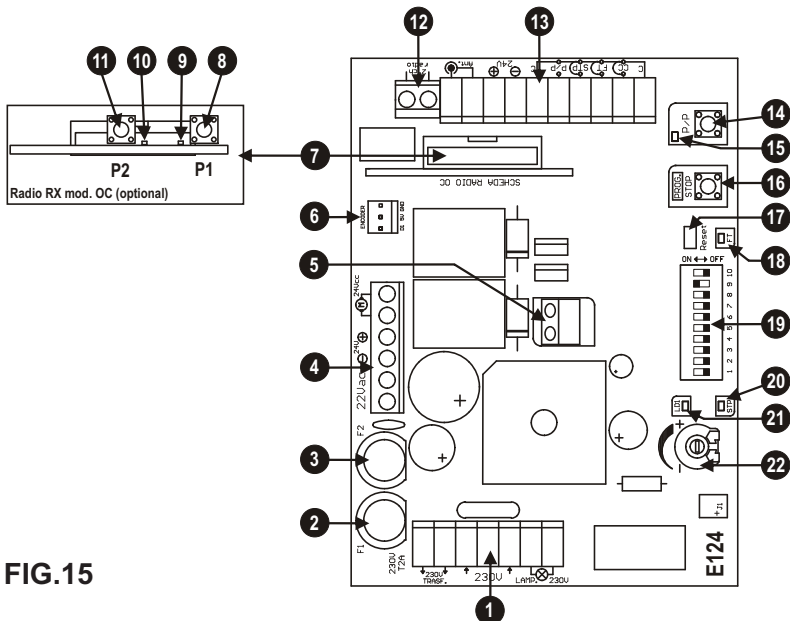
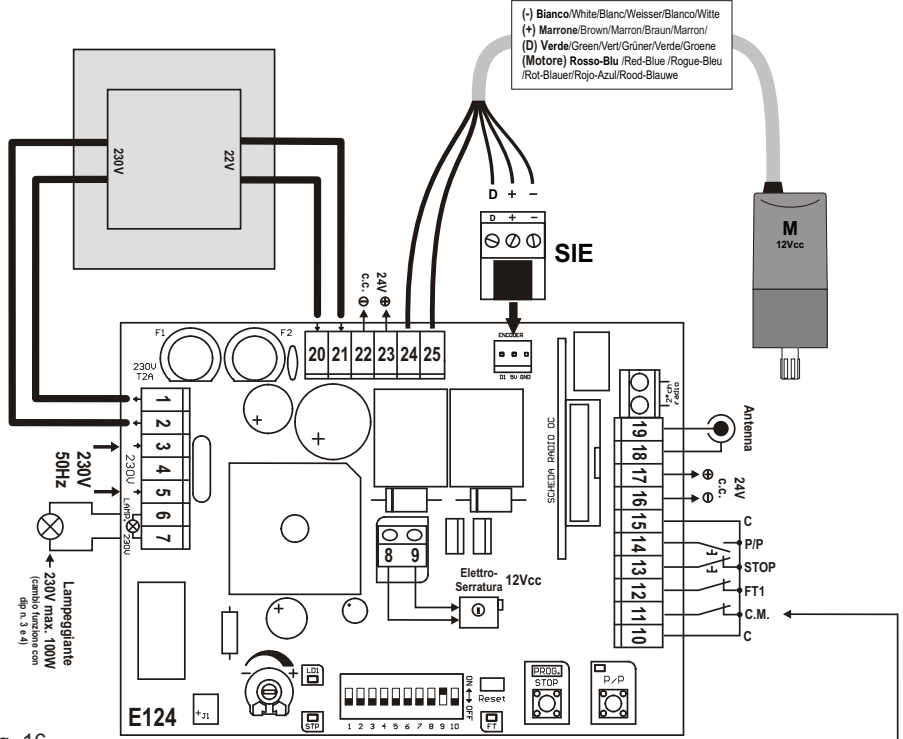

FIG.15
Fig. 16
Durante la etapa de aprendizaje se accionará varias veces el botón P/P (det.14 de la fig. 15), como alternativa se puede utilizar el mando P/P (borne 14, fig. 16), o bien el transmisor memorizado en el primer canal del receptor.
- 2- Manteniendo pulsado el botón PROG, realice un reajuste cortocircuitando el jump Reset con el destornillador (det. 17 de fig. 15).